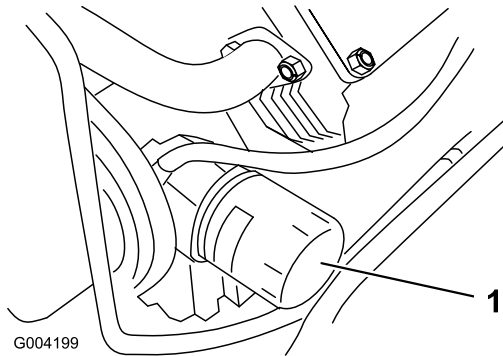

Figure 33
- Enlevez le filtre à huile usagé (Figure 33) et essuyez la surface du joint de l'adaptateur.